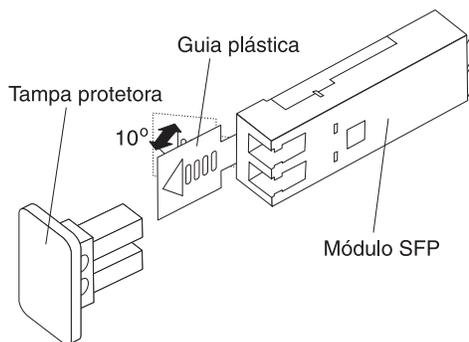

Figura 3-9. Destravando a Trava do Módulo SFP - Variedade Plástica
- Para módulos SFP que contêm guias de plástico, destrave a trava do módulo SFP puxando a guia de plástico 10° para fora, conforme mostrado na Figura 3-9.